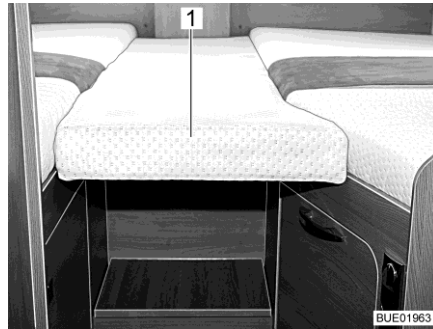
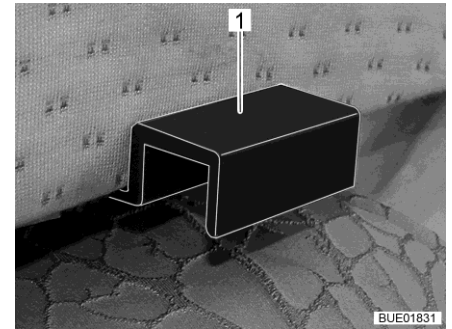

Bild 167 Zusatzpolster
Bild 168 Halterung Zusatzpolster
- Das Zusatzpolster (Bild 167,1) mit den Halterungen (Bild 168,1) so in die Blenden der Einzelbetten einhängen, dass eine geschlossene Liegefläche entsteht.